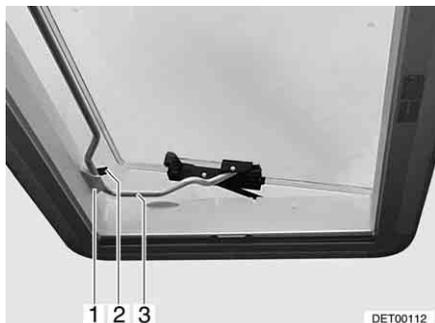

Fig. 66 Oblò Heki in posizione di ricircolo d'aria 2
- Inserire la staffa (Fig. 66,3) nel supporto (Fig. 66,1).
- Sistemare la leva (Fig. 66,2) sulla staffa.